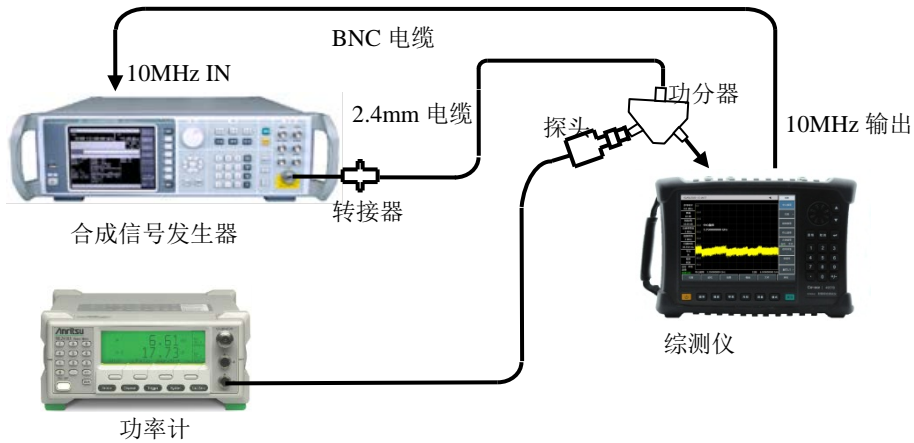

图16-17 刻度保真度测试框图
- b) 如图 16-17 连接测试仪器。综测仪为合成信号发生器提供频率参考，信号源输出端通过功分器分别连接到综测仪射频输入端口和功率探头上。